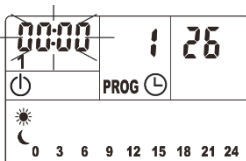

Fig.4
5. Pressione brevemente o botão . O visor irá apresentar a primeira hora **00:00** a piscar (Fig.4).